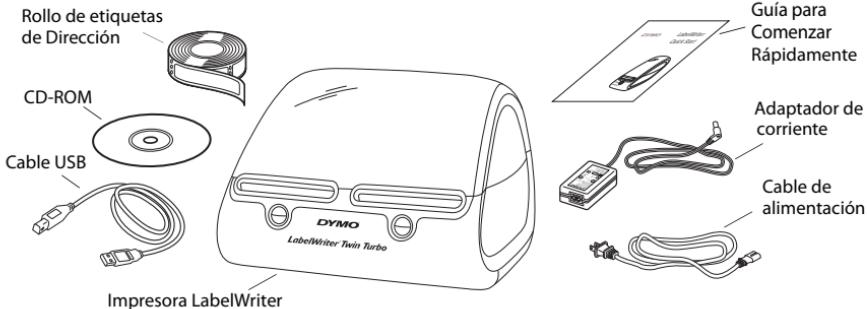

Figure 1
- 2 Asegúrese de tener todas las cosas que se muestran en la Figure 1.